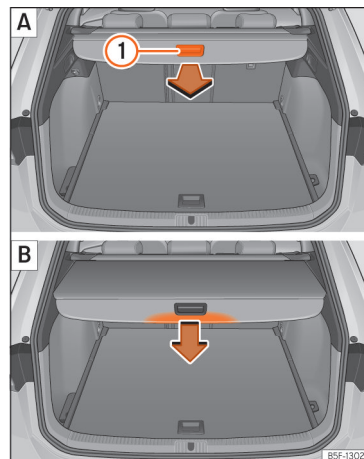

Fig. 178 Na bagageira: desenrolar e enrolar a chapeleira.
- Puxe uniformemente a chapeleira pela pega »» Fig. 178 ① para trás e retire-a até ao limite até ouvir o som de encaixe.
- Pressione a pega da chapeleira no sentido da seta até desbloqueá-la »» Fig. 178 B.